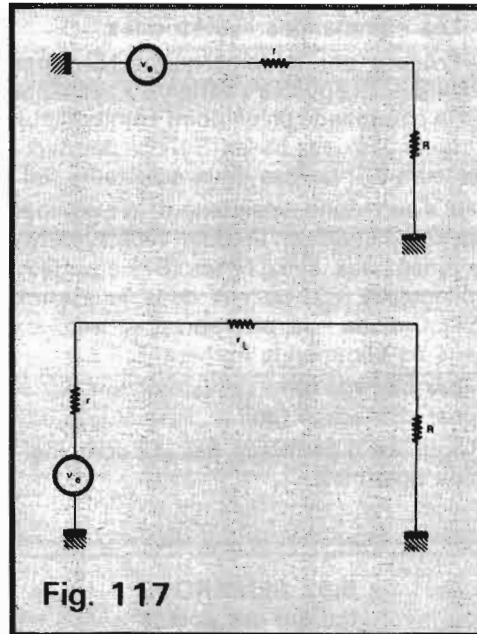

Fig. 117
En effet, la figure 117 présente les deux cas :
– $L_{(a)}$ et $L_{(b)}$ ne peuvent pas être, non plus, de simples réactances (condensateurs ou bobines) car, v_e étant une impulsion (supposée sans composante continue) les réactances en question prendraient purement et simplement la place de r_L dans la **figure 117 p** et rien ne serait encore changé, à l'exception du retard qu'apporterait une bobine. Or ce retard n'est pas notre préoccupation puisque nous n'avons pas considéré jusqu'ici le moment d'application de v_e .